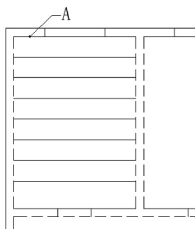

图 5.26 偏移形成楼板
(1) 启动**【偏移】**命令,将 A 线以  $620(620=600+20)\text{mm}$  的距离向下偏移 7 次,如图 5.26 所示。